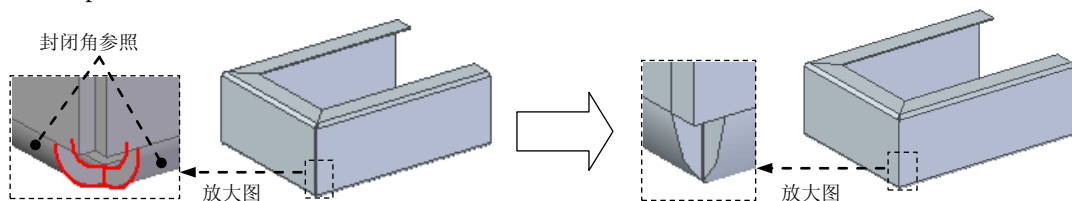
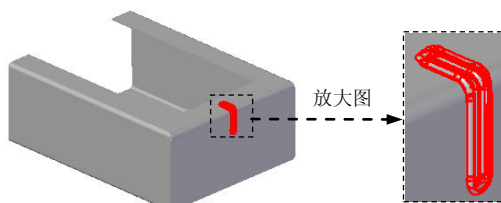

图 8.6.17 封闭角特征 2
图 8.6.18 加固板特征 1
(3) 定义封闭角属性。在“封闭二折弯角”命令条中单击“重叠”按钮 ；在 **处理** 下拉列表中选择 **封闭** 选项，在 **间隙** 文本框中输入值 0，然后按 Enter 键。
(4) 单击 **完成** 按钮，完成特征的创建。
Step13. 创建图 8.6.17 所示的封闭角特征 2。
(1) 选择命令。单击“主页”功能选项卡“钣金”工具栏中的“封闭二折弯角”按钮
(2) 定义折弯至闭合。选取图 8.6.17 所示的相邻折弯特征为封闭角参照。
Step14. 创建图 8.6.18 所示的加固板特征 1。